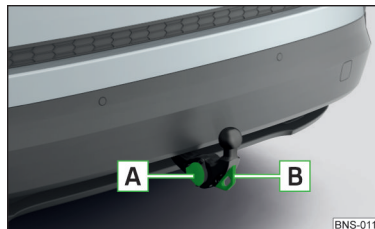

Fig. 318
- Abrir la tapa del enchufe y conectar el conector del remolque (del accesorio) en el conector de 13 polos **A** » fig. 318. (Si el remolque/accesorio dispone de un conector de 7 polos, usar un adaptador de los accesorios originales de ŠKODA).